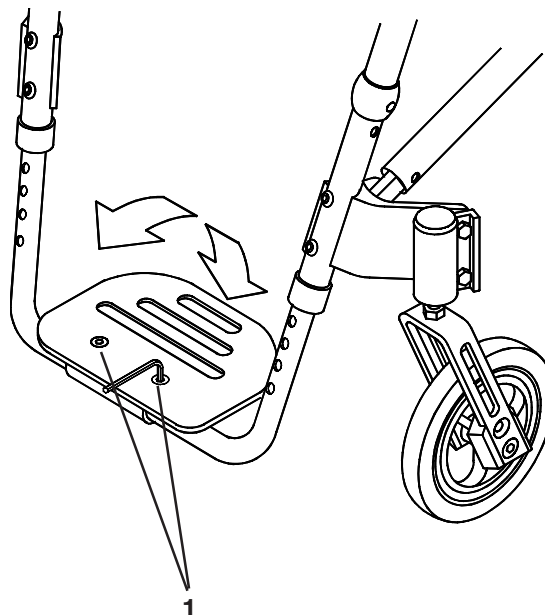

Fig. 23
Pour ajuster l'angle du repose-pieds (Fig. 23) desserrer les vis de retenue (1) comme indiqué, en utilisant une clef Allen, de 5 mm, suffisamment afin de pouvoir faire tourner le repose-pieds dans la position désirée. Serrer jusqu'à 8-10Nm.